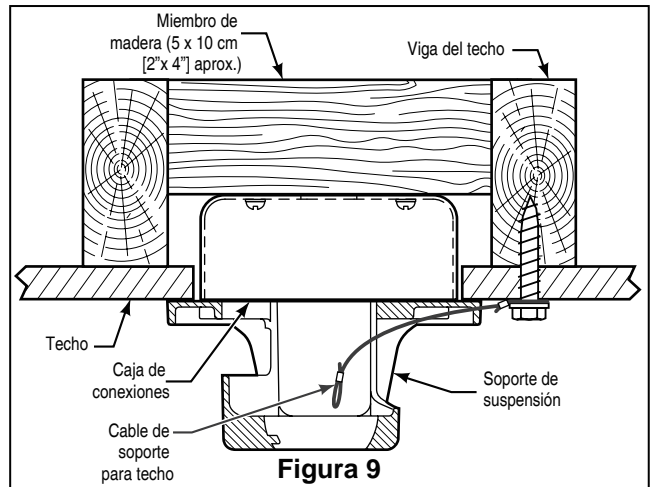

Figura 9
1. Fije bien la abrazadera para colgar a la caja de salida con los tornillos y las arandelas provistas con la caja de salida. (Figura. 9)
2. Perfore un orificio de 1/4" en la estructura del edificio para evitar grietas con la instalación del tornillo de intervalo. Utilice el tornillo de intervalo de 3/8"x 2" y la arandela plana para fijar el cable de seguridad a la viga del techo o a la estructura de madera. Dicho tornillo pasará a través de arandela plana, la presilla del cable de seguridad y se fijará en la estructura del edificio. (Figura. 9)
- NOTA: el cable de soporte para techo no se puede asegurar solamente a la caja de conexiones; se debe asegurar directamente a la viga de techo o miembro estructural con el tornillo de cabeza cuadrada de 3/8"x2" y la arandela plana. (Figura 9)*